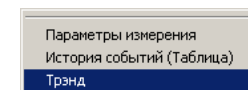

Рис. 32
10.2. Для вызова окна тренда надо использовать дополнительное меню, которое можно вызвать щелчком правой кнопкой мыши на отображении требуемого параметра. В появившемся меню, внешний вид которого показан на **рис. 32**, следует выбрать пункт **Тренд**.